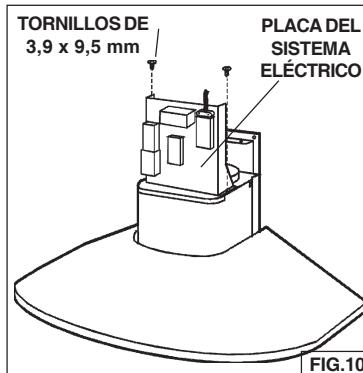

FIG. 10
5. Asegure la placa del sistema eléctrico a la campana de cocina con (2) tornillos de montaje (3.9x9.5mm). Fig. 10